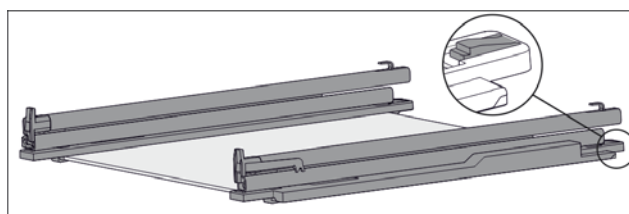

Fig. 95 Стеклянная пластина с направляющими и крепежными элементами
- Крепежный элемент сзади прижмите вниз (см. Fig. 95) и одновременно отодвиньте направляющую назад.